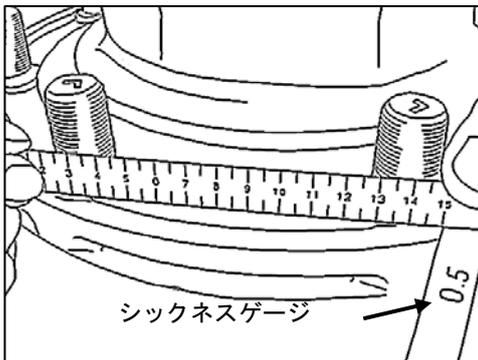

図3
- 1) 上記 1) の点検に加え、スピンドルのインナー・ベアリングおよびアウター・ベアリング挿入部径①および②の測定を図 3 に示す要領でマイクロメーター等を用いて行う。
2. 2箇所未摩耗部に直定規を渡し、外側の脇にて段差を計測する。(図3)